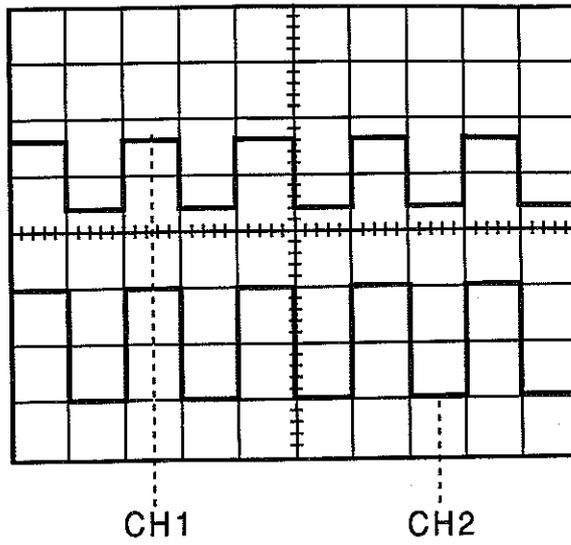

figure 8
- . coefficient de balayage (18) : 0.5 ms/div.
- . mode de déclenchement (17) : AUTO
- Effectuer, si nécessaire, un cadrage horizontal (figure 8) à l'aide de la commande POSITION (7) et stabiliser la trace au moyen du potentiomètre LEVEL (14).